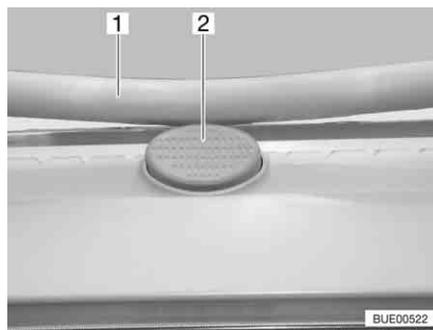

Fig. 70 Botón de seguridad en la claraboya Heki
- Pulsar el botón de seguridad (Fig. 70,2) y tirar la horquilla (Fig. 70,1) hacia abajo con ambas manos.
- Presionar el estribo hacia arriba con ambas manos hasta que la horquilla se encuentre encima del botón de seguridad (Fig. 70,2).